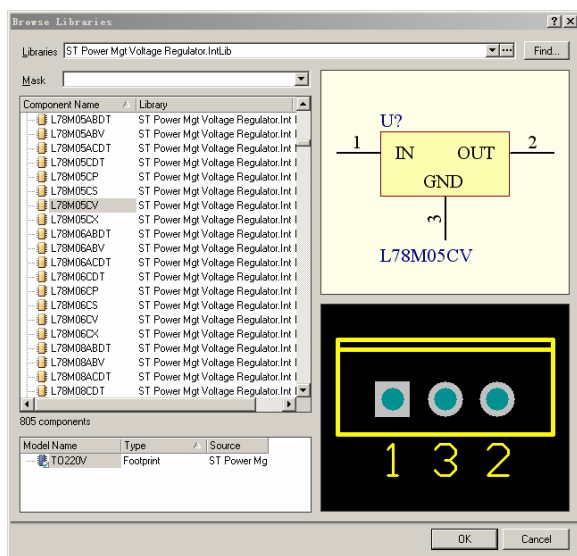

图 2.82 “Browse Libraries”对话框
(3) 单击“Browse Libraries”对话框中的“Libraries”下拉列表，在弹出的列表中选择“ST Power Mgt Voltage Regulator.IntLib”。
(4) 在“Browse Libraries”对话框的元件列表中选择需要添加的元件名称“L78M05CV”，然后单击“Browse Libraries”对话框右下角的浅黄色区域，该区域将显示所选元件的 PCB 图，如图 2.82 所示。